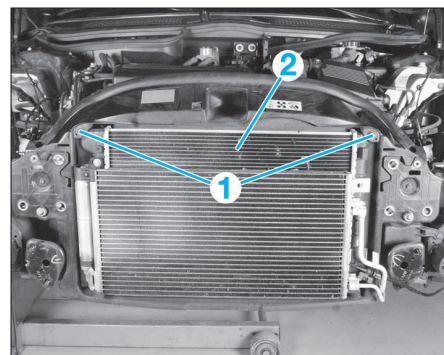

FIG. 46
- Déposer les deux agrafes de fixation supérieure (1) du radiateur de refroidissement moteur (2) (Fig.46).